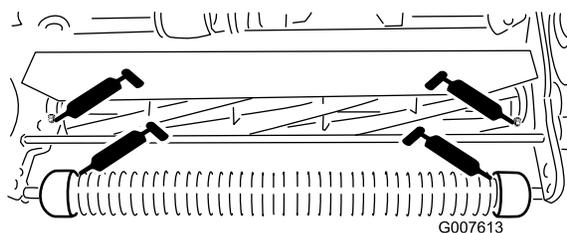

Рисунок 17
- 2 на переднем валике (Рисунок 17)
- 2 на подшипниках барабана (Рисунок 17)